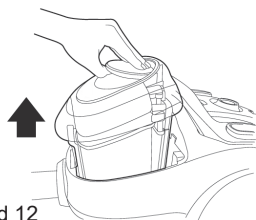

Bild 12
3. Ziehen Sie den Staubbehälter nach oben heraus (Bild 12).